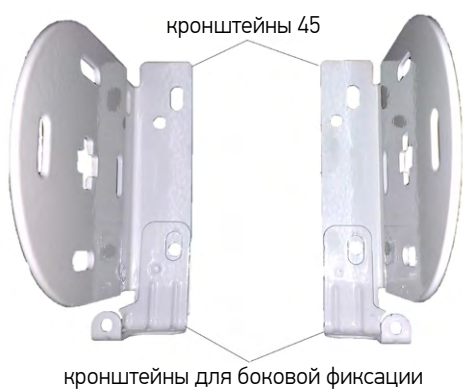

Рис. 3. Установка кронштейнов для боковой фиксации
3. Просверлить отверстия под кронштейны, при необходимости вставить дюбели (не входят в комплект поставки). Если изделие имеет боковую фиксацию (модель Классика LVT), то наложить кронштейны для боковой фиксации на обычные кронштейны (Рис.3) и прикрутить их совместно саморезами.